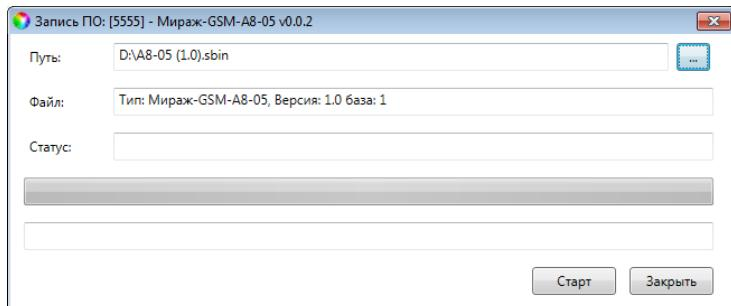

Рисунок 7.56 — Окно *Запись ПО*
- 1) Загрузите новую версию встроенного программного обеспечения с веб-сайта НПП «Стелс». Файл поставляется в архиве A8-04 (X).rar (где X — номер версии).
- 2) Извлеките файл из архива с помощью любой программы для работы с архивами. Название файла встроенного программного обеспечения — A8-04 (X).sbin (где X — номер версии).
- 4) В открывшемся окне *Запись ПО* (см. рисунок 7.56) в поле *Путь* укажите путь к файлу встроенного программного обеспечения на вашем ПК. После этого в поле *Файл* будут отображены свойства указанного файла встроенного программного обеспечения (версия и модель контроллера, для которой оно предназначено).